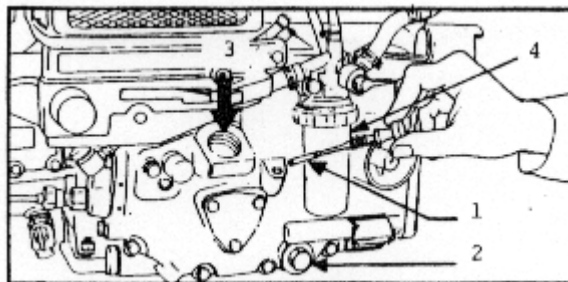

Fig. 9
Comprobar el nivel del motor antes de arrancar cada día y mantenerlo en la cima superior de la varilla indicadora (Fig. 9, nº 1). Cuando necesite cambiar el aceite siga estos pasos:
- Desatornillar el tornillo de drenaje (Fig. 9, nº 2) y dejar escurrir el aceite
- Volver a colocar el tornillo de drenaje (Fig. 9, nº 2)
- Introducir el aceite especificado en el manual del motor (Fig. 9, nº 3)
- Limpiar el filtro de posibles impurezas, para ello afloje el anillo de retención del vaso, sáquelo y límpielo con combustible nuevo y agítelo ligeramente para lavarlo (Fig. 9, nº 4).